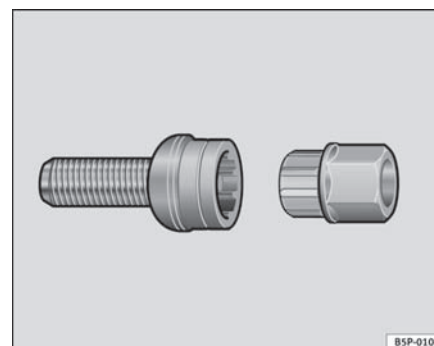

Fig. 137 Boulons de roue antivol
- Introduisez l'adaptateur au maximum dans le boulon antivol de la roue ⇒ page 213, fig. 137.